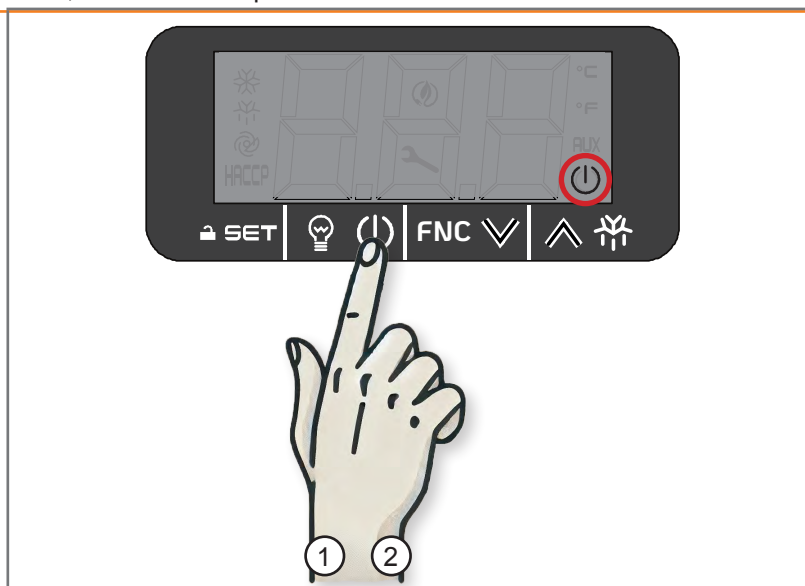

Fig 5.11 - Mise en marche et arrêt
1. Appuyer sur la touche ON/STAND-BY pendant 2 secondes (1 - Fig. 5.11) : l'icône ON/STAND-BY n'apparaît pas sur l'écran.
2. Appuyer sur la touche ON/STAND-BY pendant 2 secondes (2 - Fig. 5.11) : l'icône ON/STAND-BY apparaît sur l'écran.